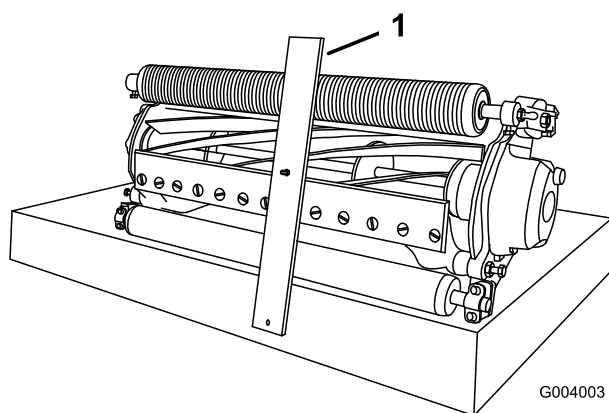

Figure 10
3. Accrochez la tête de la vis sur le bord tranchant de la contre-lame et appuyez l'arrière du gabarit contre le rouleau arrière (Figure 10).